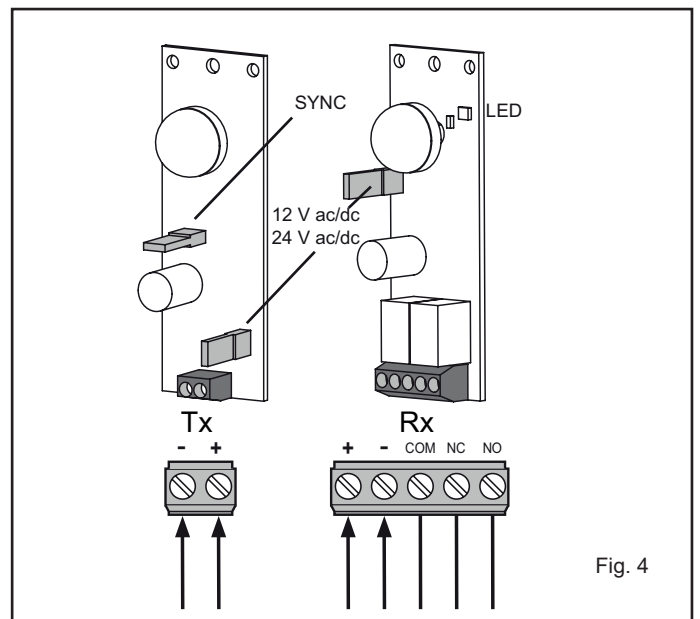

Fig. 4
- 1) Seleccionar la alimentación de la fotocélula actuando sobre el puente JP12 de selección de la tensión. La elección 12/24 Vac/dc ha de ser hecha en base a la tensión disponible en la central tanto que el TX RX (Fig. 4).
- 1) Wählen Sie die Photozellversorgungsspannung mittels der Brücke JP12. Je nach gelieferter Spannung von der Steuereinheit 12 oder 24 Vac/dc wählen dass sowohl die RX TX (Abb. 4).